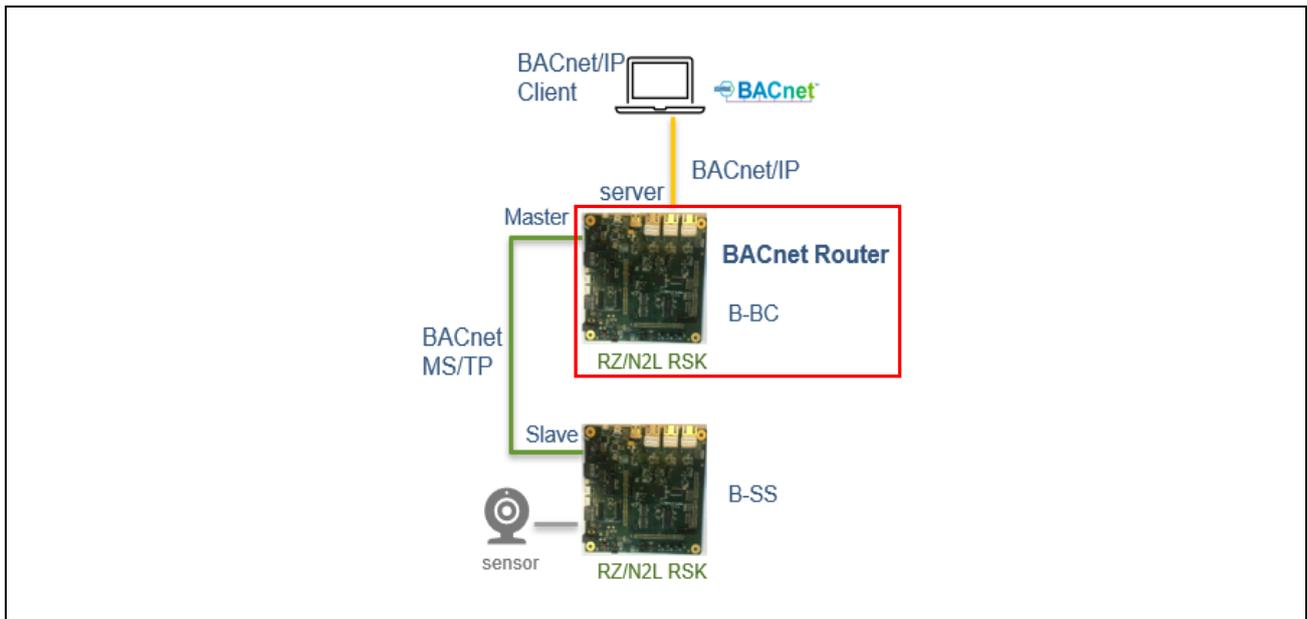

Fig.3-6 BACnet devices that can be connected to B-BC
- ✓ 本サンプルソフトは B-BC の上位デバイスとして BACnet/IP、下位デバイスとして BACnet MS/TP のプロトコルで接続することを想定しています(Fig.3-6)。Table 3-3 に示すとおり、本サンプルソフトの B-BC は BACnet/IP クライアントデバイスとして下位の BACnet/IP サーバーデバイスと接続することはできません。また、MS/TP スレーブデバイスにはなりません。